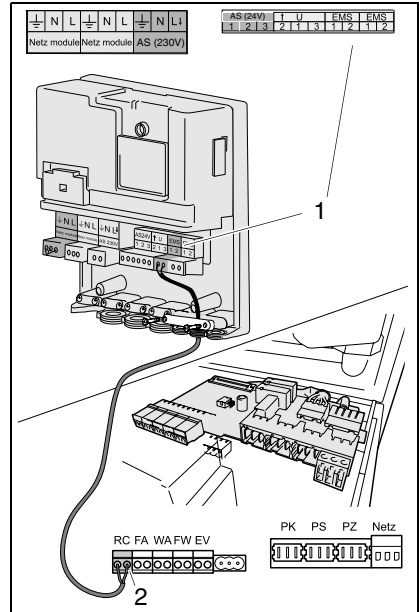

Abb. 1 Anschluss Modul EM10 an Heizkessel (als Beispiel hier: Logamax plus GB142 und eine Wandmontage der Module)
- Das Modul EM10 über ein zweiadriges Kabel vom Anschluss EMS (Abb. 1, Pos. 1) an den RC-Anschluss der Klemmenleiste des Heizkessels (Abb. 1, Pos. 2) anschließen. Der Anschluss ist polaritätsabhängig.